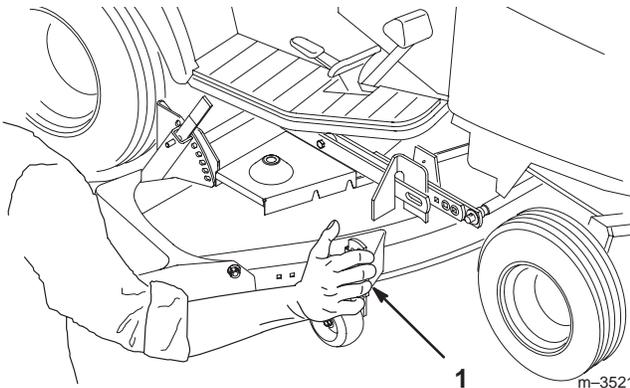

Bild 8
8. Wenn Sie die beiden J-Stifte in die Befestigungshalterungen des Mähwerks eingesetzt haben, positionieren Sie das Mähwerk mit der Mähwerk-Aushebung und Ihrer Hand an der rechten verstellbaren Vorderradmähwerk-Halterung (Bild 8) so, dass der Zubehörbalken in die mittlere Attach-A-Matic™-Befestigung passt.